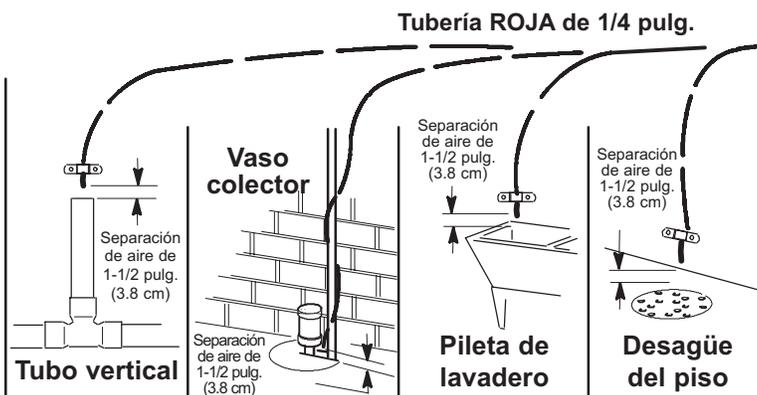

FIG. 12
Tienda la tubería de desagüe a un drenaje existente en la casa. Un desagüe de piso, piletta de lavadero, un tubo vertical, un vaso colector, etc. son drenajes aptos. Vea la Fig. 12. Este tipo de drenaje es el preferido por sobre el adaptador de desagüe del colector en P.
6. Tienda la tubería al punto de desagüe y fijela al extremo con un soporte (no incluido). Vea la Fig. 12. Deje una separación de aire de 1 1/2 pulg. (3.8 cm) entre el extremo del tubo y el desagüe. Vea la Fig. 12.